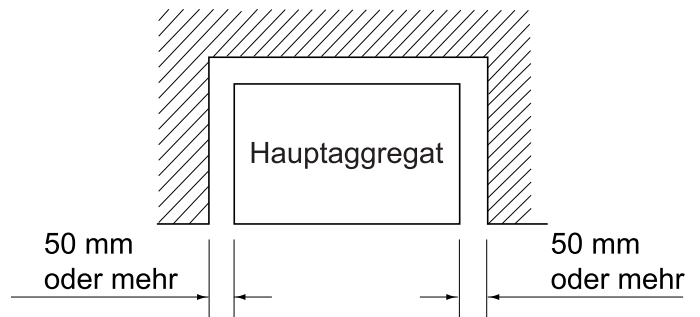

Abb. 2
(1) Wählen Sie einen Installationsort, an dem die folgenden Bedingungen erfüllt werden und der den Wünschen Ihres Kunden entspricht.
- Ein Ort, wo Lufteinlass und Luftauslass durch nichts blockiert werden, und wo ausreichender Platz für Wartung und Pflege gewährleistet ist. **(Siehe Abb. 2)** (Falls nicht gewährleistet, kann die Kapazität aufgrund eines Kurzschlusses abfallen.)